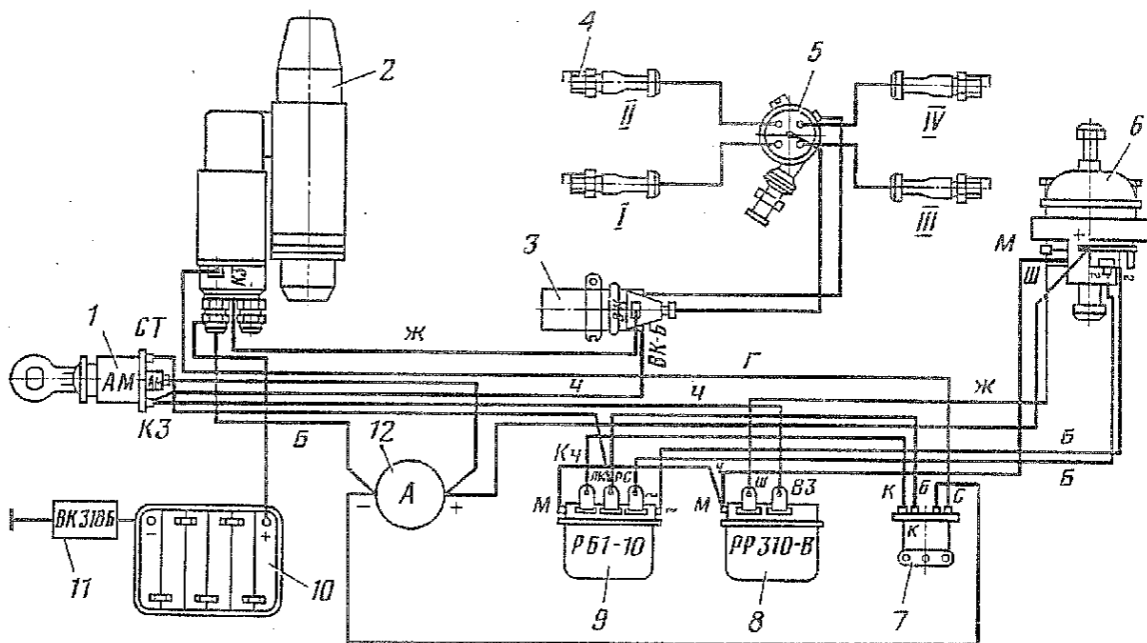

Рис. 91. Электрическая схема системы зажигания:
4.2. Присоединить к выводам реле блокировки наконечники проводов согласно электрической схеме системы зажигания (рис. 91).
- 3.2. Подсоединить к выводам Ш (рис. 91) регулятора желтый провод пучка проводов от генератора и закрепить винтом с пружинными шайбами (отвертка 150×0,5).